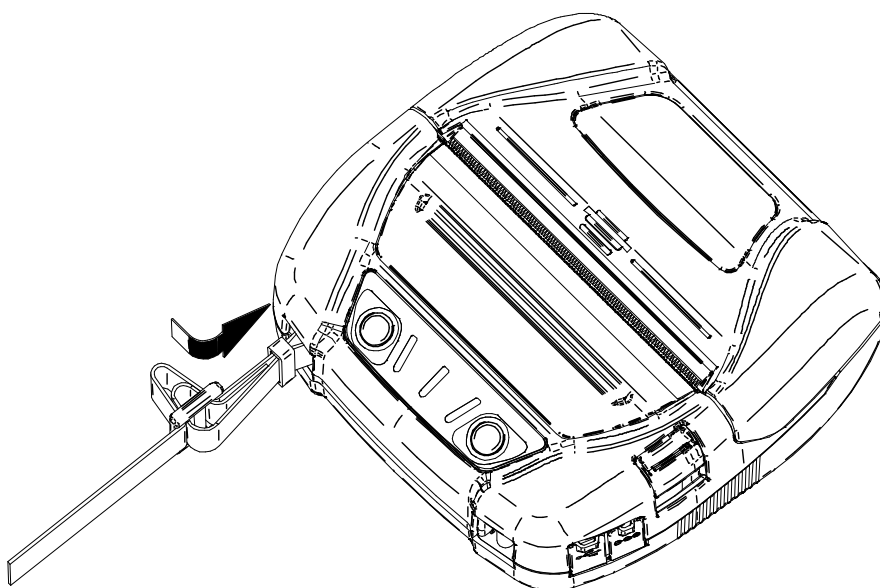

Figura 14-7 Instalação da alça de ombro (4)
- (4) Como mostrado na Figura 14-7, passar a ponta da alça de ombro através do orifício do ajustado no lado mais próximo da impressora. E, de seguida, voltar a passar a ponta da alça de ombro através do anel.